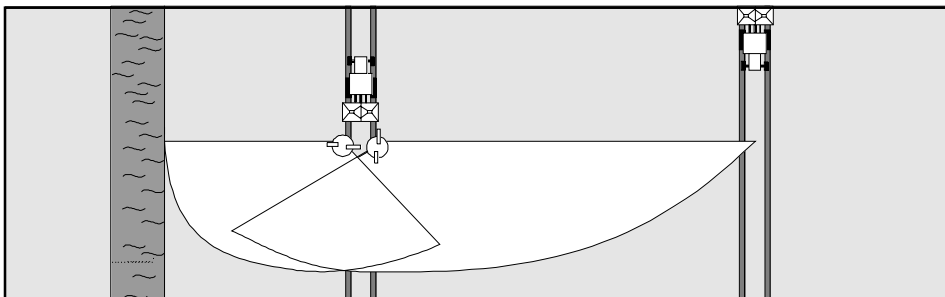

Fig. 7.13
Til grænsespredning (i henhold til gødningsregulativet) (Fig. 7.13) eller **Randspredning** (ved siden af egne marker, der skal have samme spredemængde) (Fig. 7.14) den **venstre "Omnia-Set"** spredetallerken (kantspredetallerkenen monteres normalt i venstre side), set i kørselsretningen) **skiftes ud** med den tilsvarende kantspredetallerken **"Tele-Set"**. Ønsker man at sprede i højre side kan der fås en højre kantspredetallerken.
7.4.1.1 Grænsespredning i henhold til gødningsregulative (Fig. 7.13)
7.4.2 Indstilling af kantspredetallerkenen i henhold til gødningsregulativet (Fig. 7.13)